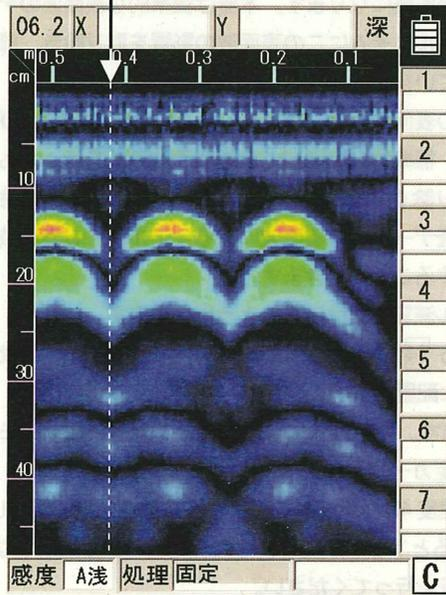

図3-9 リアルタイムマニュアル減算処理の実施
- Bモード表示の固定カーソル位置(図3-9参照)は、本器の後端部を示しており、探査中の鉄筋位置判読に利用することもできます。
- d) 固定カーソル位置に探査対象物の無い結果が重なった時、**5**ENTER を押します。(図3-9参照)